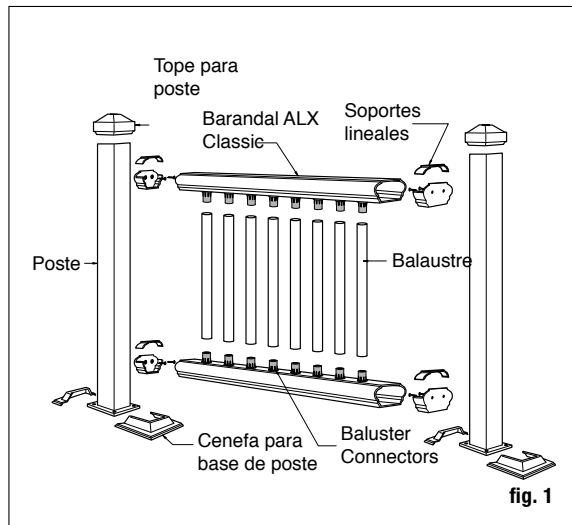

fig. 1
**Paso 7** Mida la distancia entre los postes instalados para determinar la longitud de los barandales superior e inferior (fig. 1). Coloque el barandal inferior sobre la terraza. La distancia entre el poste y el primer balaustre debe ser menos de 4 pulgadas e igual en ambos extremos. Marque el ángulo y la longitud. Repita con el barandal superior. Quite un 1/4 de pulgada adicional en ambos extremos (1/2 pulgadas en total) para que el soporte encaje entre el barandal y el poste. Recorte el barandal superior e inferior para emparejar.